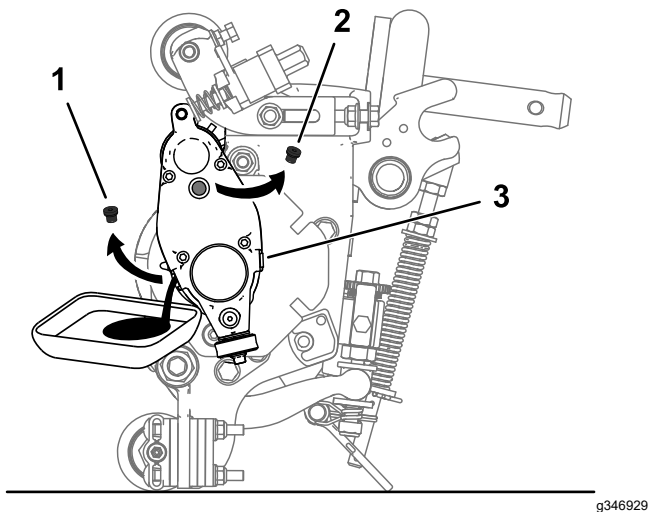

Figura 26
5. Inclinate l'apparato di taglio all'indietro sopra il cavalletto fino a quando il foro di spurgo non si trova nella parte inferiore, per garantire uno spurgo completo (Figura 26).